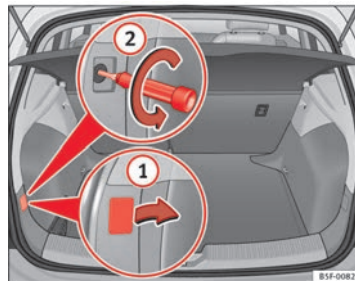

Fig. 151 Coffre à bagages : vis de fixation de feu arrière
- Enlevez le cache à l'aide du tournevis à tête plate au niveau de l'évidement ⇒ fig. 151 ①.
- Desserrez la vis qui se trouve derrière dans le sens contraire des aiguilles d'une montre (flèche) ⇒ fig. 151 ② à l'aide d'un tournevis et retirez-la avec précaution.